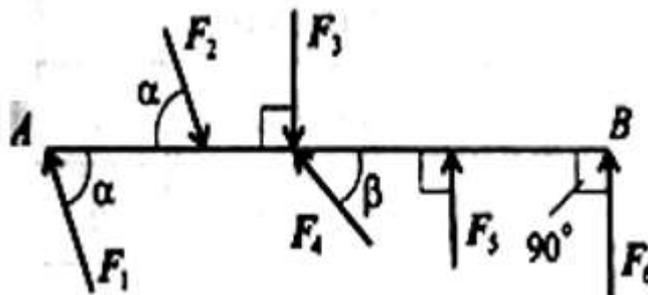

Рисунок 1 – К вопросу 1
1. Какие силы из системы сил (рисунок 1) образуют пары?